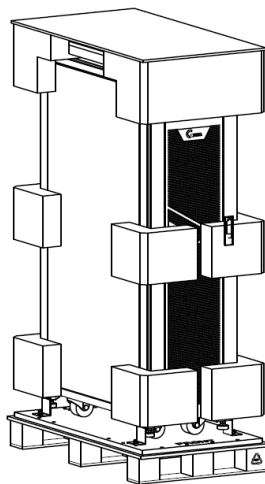

Abbildung 2-3 Kiste demontieren
3. Packen Sie das Paket wie in Abbildung 2-3 gezeigt aus.